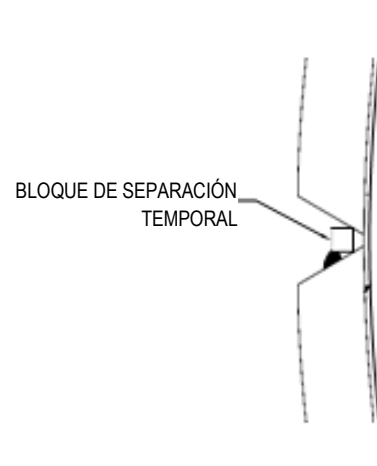

Figura 2
7. El uso temporal de bloques de separación, como se muestra en la Figura 2, puede ser útil para mantener una separación igual en ambos lados de la tapa de toma "Tap+Enclosure" mientras se juntan las mitades de la camisa. Los bloques de separación pueden soldarse por puntos en su lugar, pero deben retirarse antes de soldar las mitades de la camisa. Debido a la tolerancia del diámetro del tubo, es difícil predecir el tamaño exacto del bloque de separación. Un bloque de 6 mm (0.25